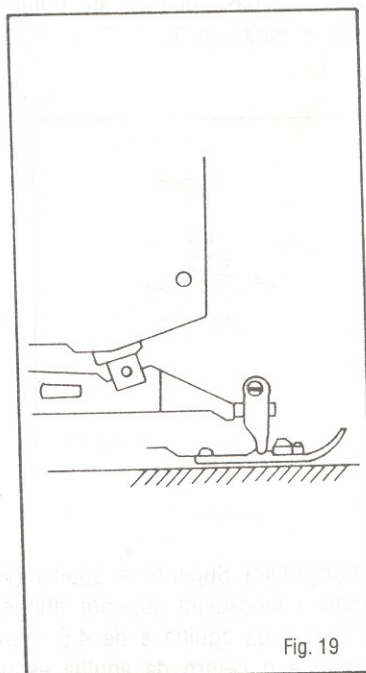

Fig. 19
(3) Ajuste da Posição do Calcador (Fig. 19)